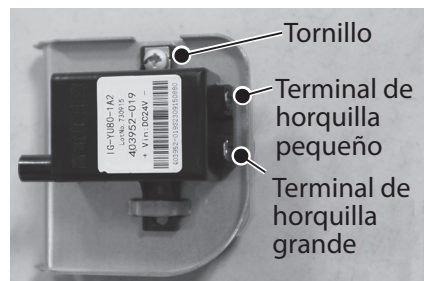

Figura 123 - Desconexión del conjunto de encendedor
- 11 Desconecte las dos conexiones de terminal de horquilla en la parte trasera del encendedor, y retire el conjunto de encendedor y el soporte del calentador de agua. Consulte la Figura 123.